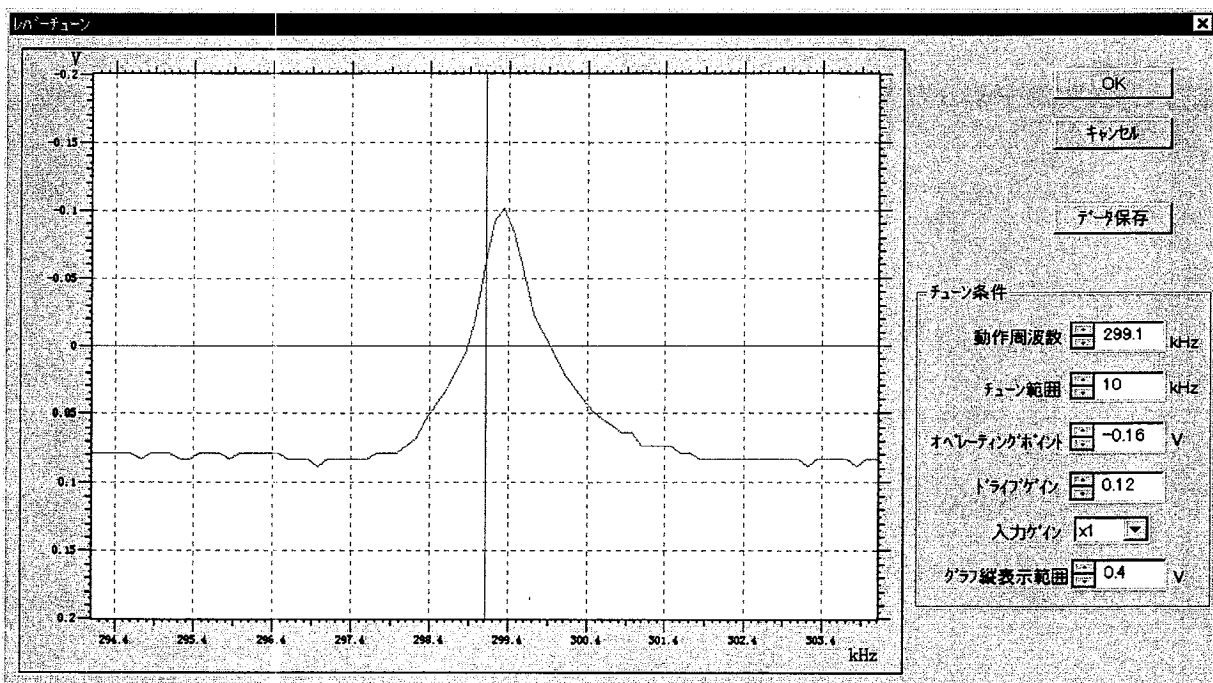

図7 レバーチューンダイアログ(設定後)
- ③ グラフの中でピークを探します。グラフの中にピークがない場合は、動作周波数を250~350kHzの間で数値を変えます。また、ドライブゲインを0.2Vと大きくします。(ピークが出ない場合には、カンチレバーのセットからやり直します)
④ 最終的に図7のようにレバーチューンを設定します。